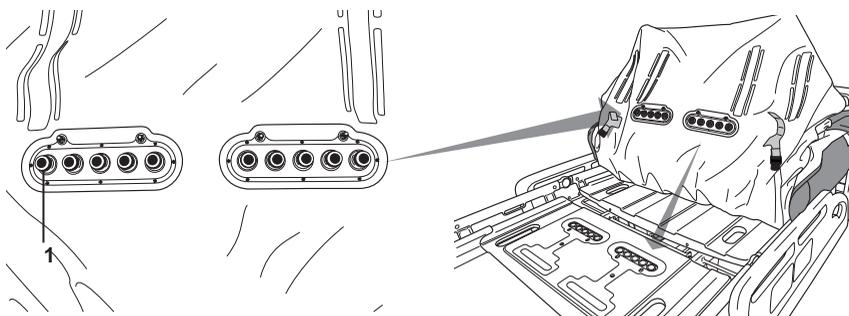

Figura 5: conectores de aire bajo el colchón
1. Extraiga el colchón de aire de su embalaje y desenróllelo sobre la cama. Observe los conectores de aire situados en la parte inferior del colchón de aire (figura 5). Se deben colocar en el extremo de los pies de la cama. Localice los conectores de aire / válvula de descarga integrados en el extremo de los pies de la plataforma donde se apoya el colchón de aire. No olvide retirar todo el material de embalaje de los conectores de aire situados en la parte inferior del colchón de aire.
3. Observe los conectores de aire situados debajo del colchón y compruebe que las juntas tóricas (figura 5, elemento 1) están bien colocadas en cada conector.